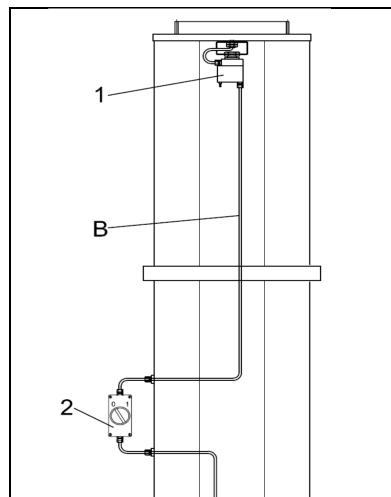

fig.40
2. Collegare il cavo **B** più lungo del collettore rotante **1** all'interruttore di linea **2**. (fig.40)